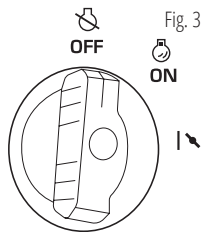

Fig. 3
4. Setează comutatorul 3-în-1 pe „OFF” (Fig. 3).